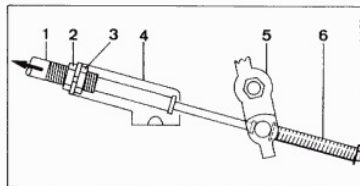

Bild 20 Schubstellung des Drosselhebels
7.2 Bei automatischem Getriebe (Bild 20, 21.)